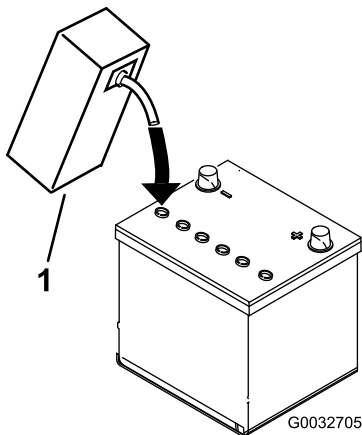

Figura 6
3. Llène cuidadosamente cada celda con electrolito hasta que las placas estén cubiertas de 6 mm aproximadamente de fluido (Figura 6).
4. Espere aproximadamente 20–30 minutos para que el electrolito penetre en las placas. Rellene según sea necesario para que el electrolito llegue a una distancia de 6 mm aproximadamente del fondo del hueco de llenado (Figura 6).